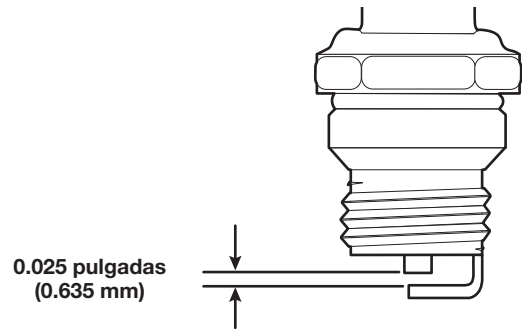

Fig. 39
4. Use un calibrador de hoja para ajustar abertura de la bujía a **0.025 pulgadas (0.635 mm)** (Fig. 39).